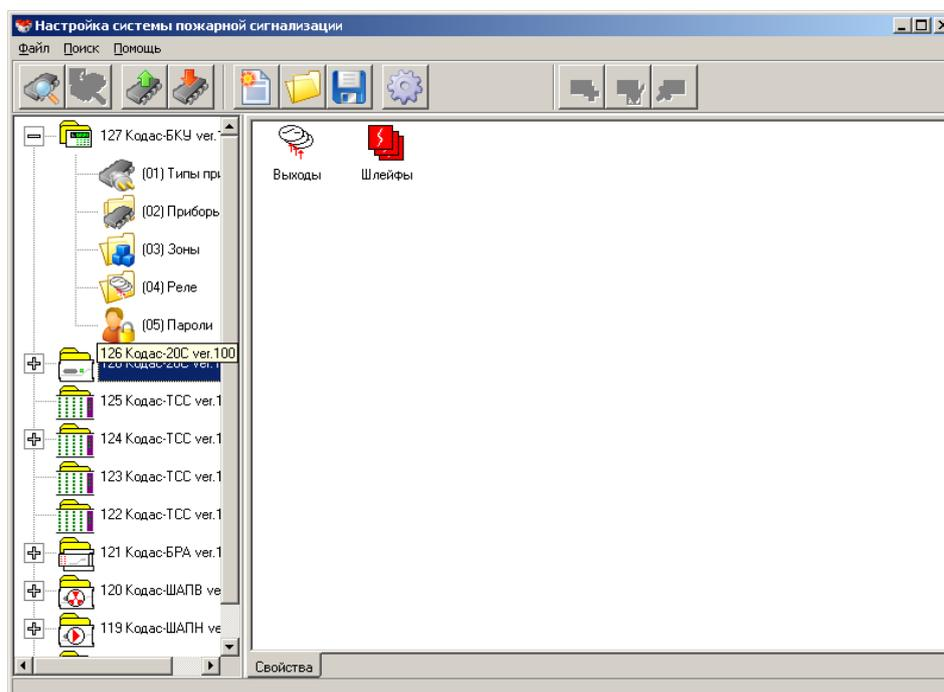
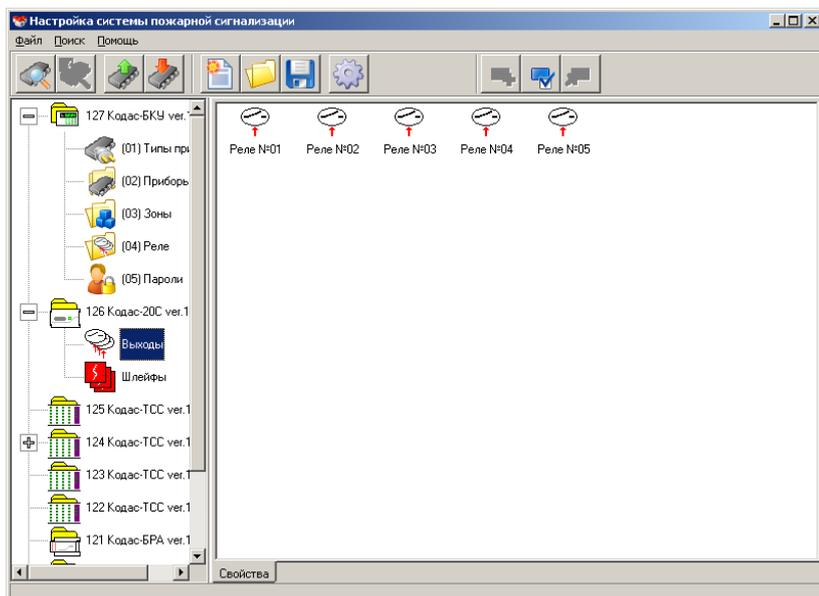
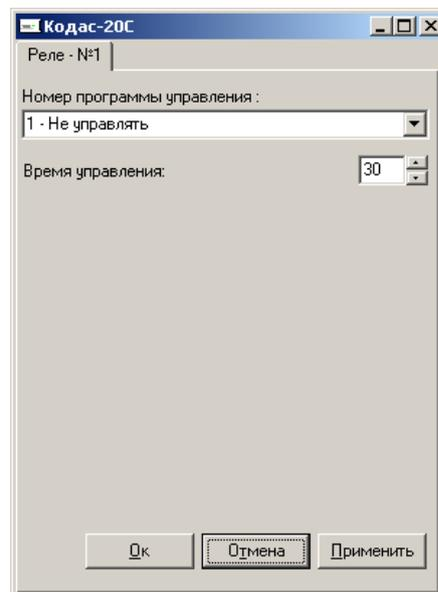

Рис. 22
Рис. 23
Рис. 24
переход на которое осуществляется с помощью пункта контекстного меню «Свойства прибора», вызываемым правой клавишей мыши, при установке курсора на один из прочитанных блоков, типа Кодас-20С (рис. 22). В этом диалоговом окне настраиваются:
5.4.1 При установке курсора на знаке «+» напротив блока Кодас-20С (рис. 22) и нажатии левой клавиши мыши становятся доступными элементы конфигурации Кодас-20С: выходы и шлейфы сигнализации (рис. 23). Настройка выходов заключается в указании номера программы управления и времени, в течение которого данный выход будет управляться по заданной программе. Описание программ управления приведено в документе ШМК. 468332.007. РЭ «Блок приемо-контрольный Кодас-20С. Руководство по эксплуатации, монтажу и техническому обслуживанию». Для задания программы управления выходу необходимо установить курсор на реле и перейти на пункт контекстного меню «Свойства» (рис. 24). Контекстное меню вызывается правой клавишей мыши.